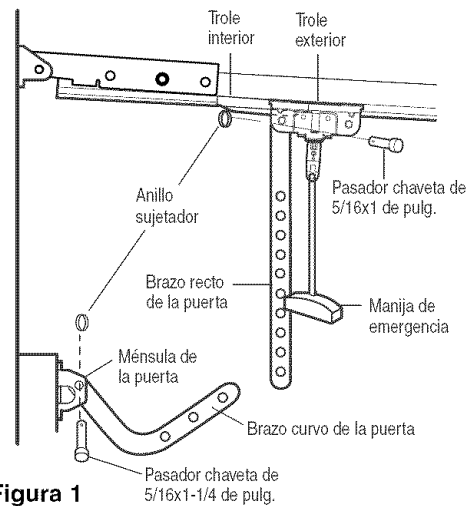

Figura 1
- Marque y taladre dos orificios de 5/16 pulg. para los sujetadores a la derecha y a la izquierda. Sujete la ménsula al refuerzo vertical (si éste existe), como se muestra en la Figura 1.
- **Figura 1:**